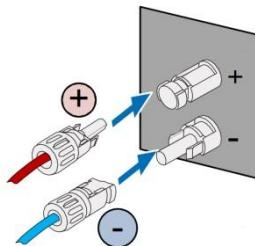

图 5.4 光伏直流组串接入逆变器
(1) 将已经接好光伏组串的正极和负极连接器接入逆变器直流接口的对应位置，确认紧固连接，如图 5.4 所示：
(2) 将直流连接器从逆变器拆卸时，用“一”字螺丝刀尖头部位插入连接器中部凸起的孔中，用力将连接器活动端退出即可。